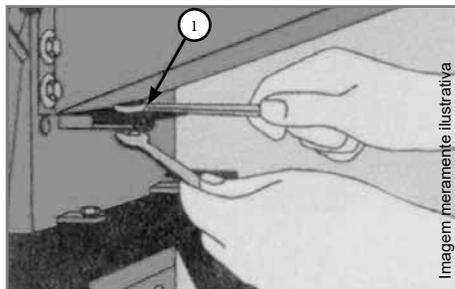

Figura 26
A regulagem é feita soltando-se a porca sextavada (1) conforme a figura 23 e deslocando-se a contrafaca até que as facas passem a uma distância de aproximadamente 1,5 mm da contrafaca conforme figura 26.